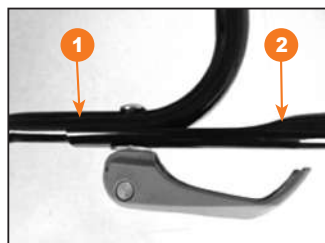

Рис. 4
5. Соедините среднюю часть **1** и верхнюю части рукоятки **2** с помощью крепежных клипс, болтов и шайб (рис. 4).